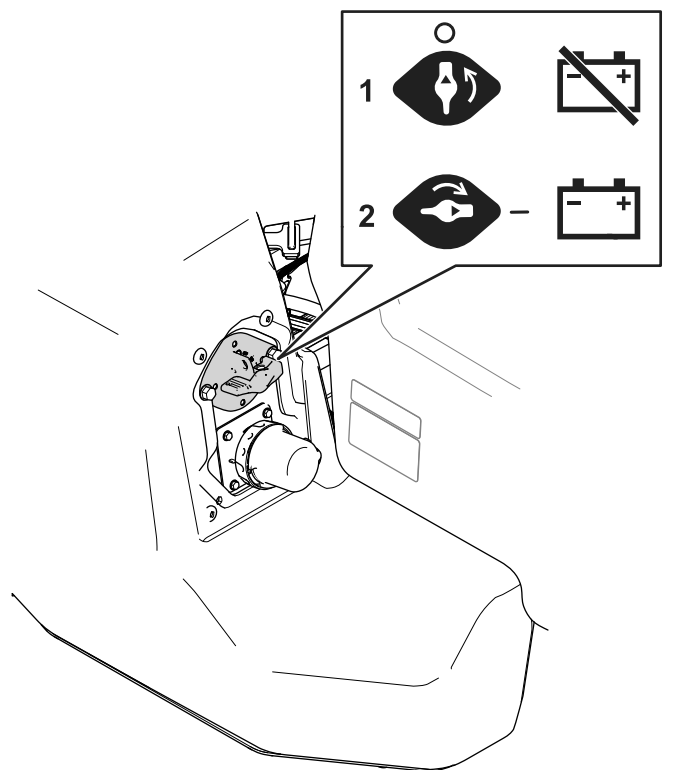

図 46
- 2. 図 46のように、バッテリー遮断スイッチを希望位置にセットする。